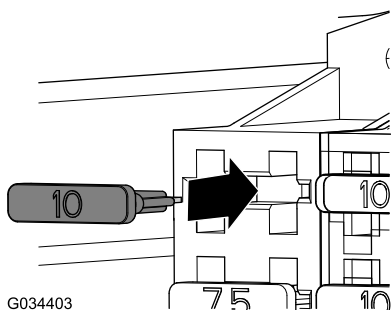

Figura 22
- Instale el fusible (10 A) en el enchufe del bloque de fusibles para las luces LED (Figura 22).